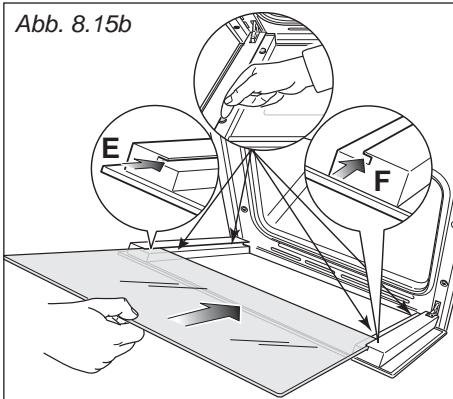
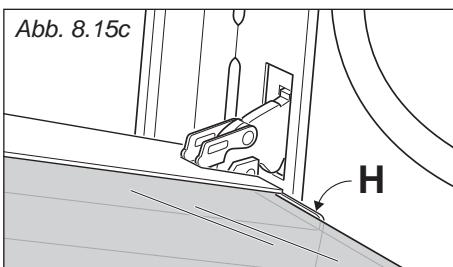

Abb. 8.15b
Abb. 8.15c
WICHTIG: Bringen Sie die innere Glasscheibe wieder an: Um Bruchschäden oder ein Verrutschen der vier Gummiauflagen "D" zu vermeiden, empfiehlt es sich, diese beim Wiederanbringen des Glases mit einem Finger in Position zu halten (Abb. 8.15b).
- Fügen Sie das Glassegment in den linken "E" und rechten "F" (Abb. 8.15b) Führungsschlitz bis zum Haltwinkel "H" ein (Abb. 8.15c).